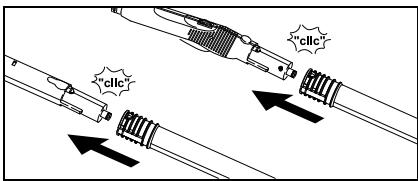

Bild 7
- Använd förlängningsrören (G1) vid behov. Montera härvid ett eller båda förlängningsrör/en på ångpistolen (C1) (se bild 7). Skjut önskat tillbehör (D1, E1,F1,H1) på förlängningsrörets fria ände.